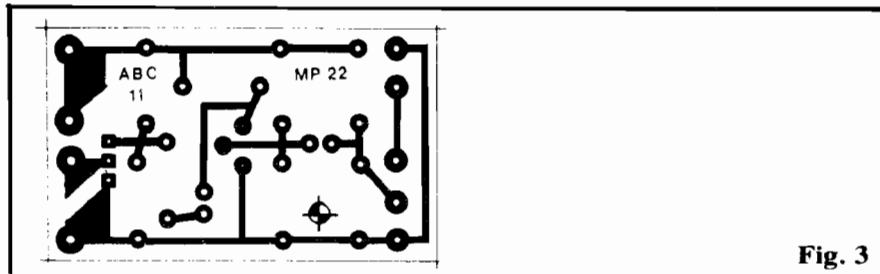

Fig. 3
- **FIG. 3** - O **lay out** da face co- breada do Circuito Impresso, em tamanho real. O desenho é sim- ples, pequeno, fácil de realizar... O Leitor/"Aluno" deve notar as trilhas e ilhas um tanto avantaja- das junto a uma das laterais me- nores da plaquinha... Explicando: por tais traçados, circulará subst- ancial Corrente (até 1A, de acor- do com os limites do circuito...) e